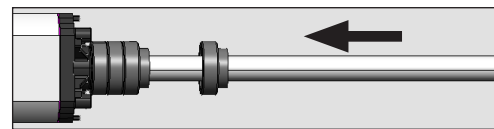

Fig. 14
14. En caso de que no haya un bloque mecánico en el suelo durante la apertura, se pueden utilizar los casquillos (Fig. 1 ref. ⑦). Sacar al enganche anterior e insertar en le cilindro, una cantidad adecuada de distancias tratando de insertarlos bien entre ellos hasta llegar a tener el ángulo de apertura requerido (Fig. 14).